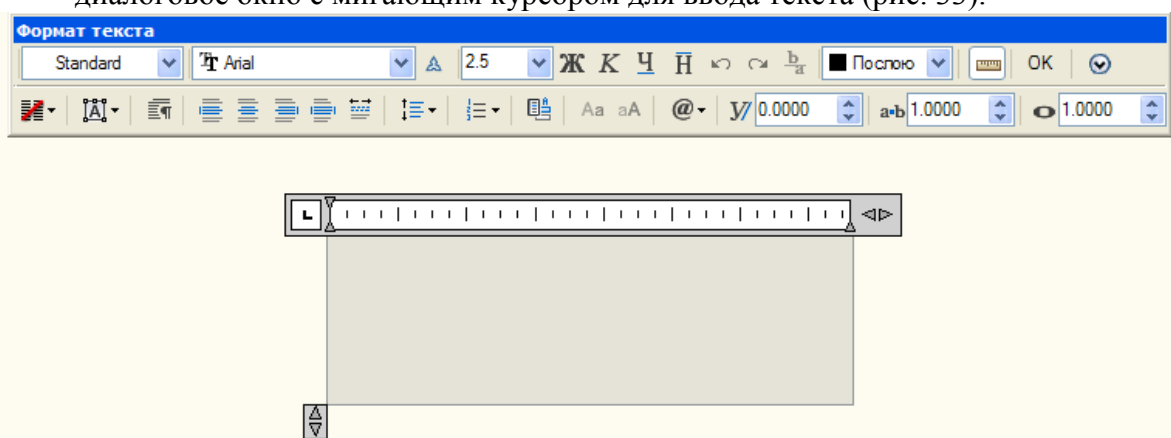

Рис. 33
- Щелчком ЛКМ в правом нижнем углу закончите построение рамки, сразу появится диалоговое окно с мигающим курсором для ввода текста (рис. 33).